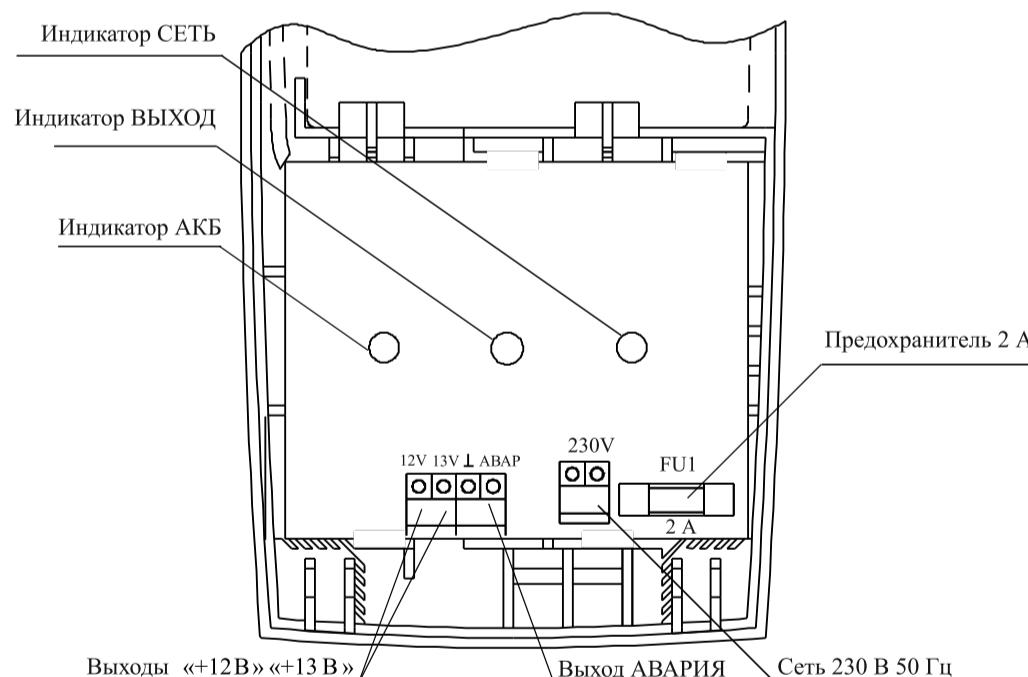

Рисунок 3 – Обозначение клемм и места установки предохранителей
- 6.5 Подключение соединений производится в следующей последовательности (рисунок 3):